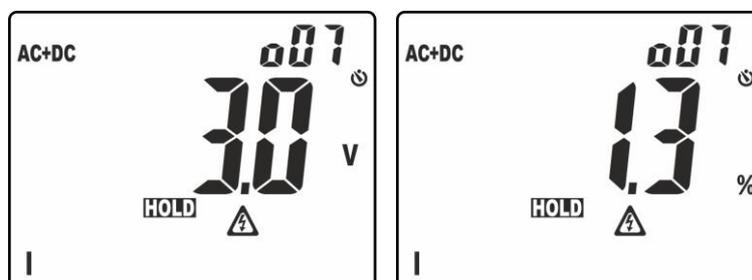

Fig. 4: Visualizzazione ordinamento ampiezze analisi armonica
- Pressione prolungata del tasto (almeno 2s) per attivare la funzione **H2O** (**H**igher **H**armonic **O**rdining) di ordinamento dell'ampiezza delle armoniche. In tali condizioni, la funzione "HOLD" è automaticamente attivata, il simbolo "o" è presente davanti all'ordine dell'armonica visualizzata ad indicare l'abilitazione della funzione di Ordinamento. La barra grafica è disabilitata e lo strumento mostra il valore delle ampiezza di tutte le armoniche comprese tra il valore DC e la 25° esclusa la fondamentale, in **ordine decrescente** a partire dall'armonica di ampiezza maggiore come mostrato in Fig. 4
Nell'esempio di Fig. 4 l'armonica di ampiezza maggiore corrisponde all'ordine 7. Premere il tasto  $\blacktriangle$  per osservare le ampiezze delle restanti armoniche e premere nuovamente il tasto **H/H%/H** per passare dalla visualizzazione in valori assoluti o percentuali. Ruotare il selettore per uscire dalla funzione